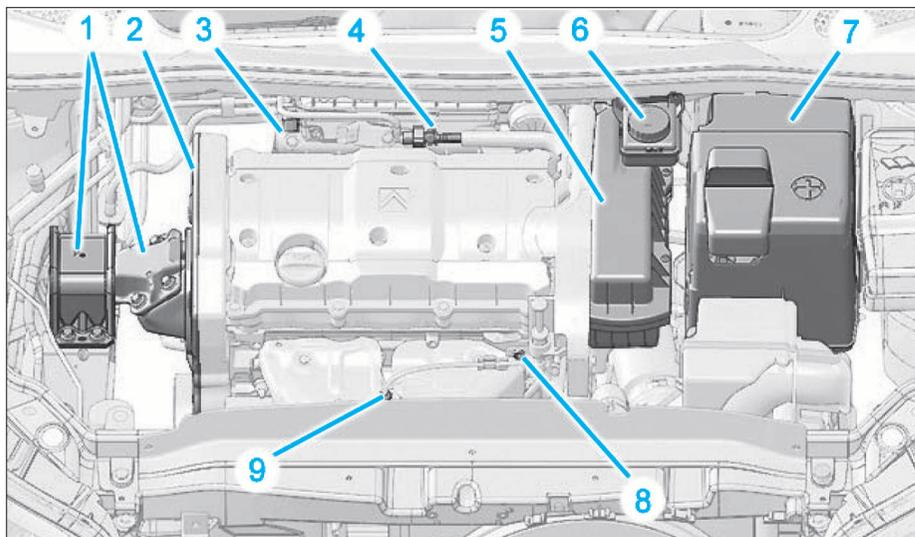

FIG. 24
- Écarter le réservoir de liquide de frein (6) (Fig.24).
- le cache batterie (7)
- le boîtier filtre à air (5)
- le support moteur droit (1)
- le carter de distribution (2)
- la vis (8)